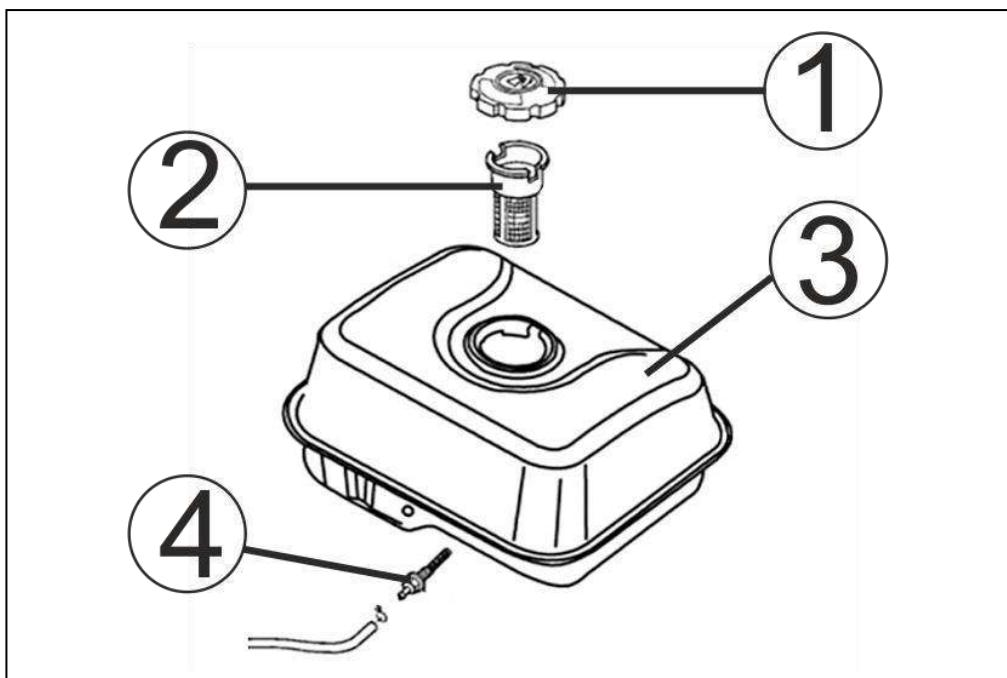

Рис. 17. Расположение топливных фильтров.
В топливном баке установлены два сетчатых топливных фильтра. Один фильтр находится в заливной горловине топливного бака. Второй фильтр установлен внутри бака (Рис. 17).
3. Выкрутите из топливного бака выходной штуцер (4) (Рис. 17) и произведите его очистку. При обнаружении механических повреждениях замените штуцер топливного бака.